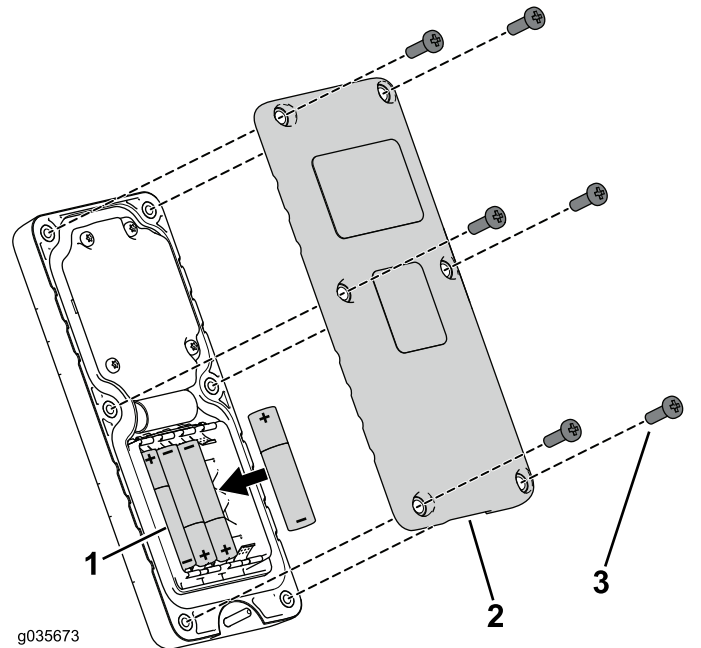

Figure 27
2. Placez les piles dans l'emplacement du logement en respectant la polarité (Figure 27).
3. Remettez le couvercle en place et fixez-le avec les 6 vis retirées précédemment (Figure 27), serrées à un couple de 1,5 à 1,7 N·m.